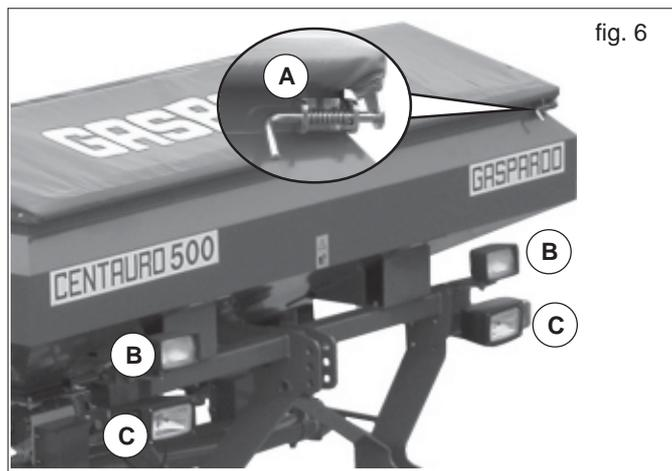
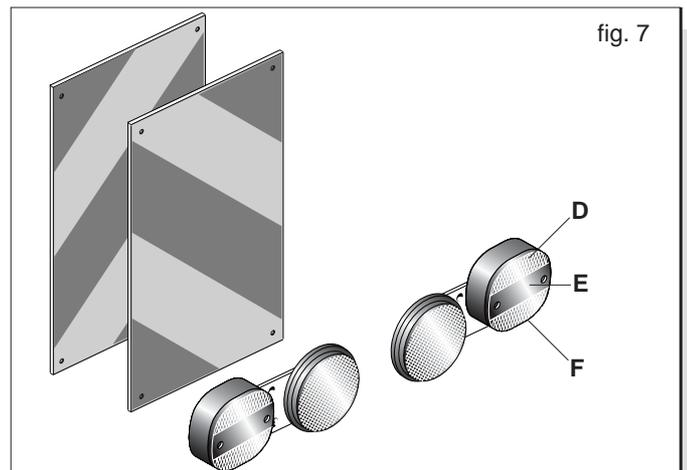

fig. 6
fig. 7
- 34) Beim Transport auf der Straße müssen die Behälter und Trichter leer sein. Höchstgeschwindigkeit 25 km/h. Immer die Tankabdeckung mit Haubenverschluss sichern (A, Fig.6) Regelmässig den Haubenverschluss auf Alterung ueberpruefen und bei Bedarf austauschen!
- 37) Wenn die geschleppten oder an dem Schlepper angebrachten Ausrüstungen und Geräte die Sichtbarkeit der Signalisierungs- und Beleuchtungs-vorrichtungen des Schleppers verdecken, müssen diese Vorrichtungen auch an den Ausrüstungen angebracht werden, wobei die Vor-schriften der im jeweiligen Anwendungsland geltenden Stra-ßenverkehrsordnung zu beachten sind. Beim Gebrauch ist zu kontrollieren, daß die Anlage einwandfrei funktioniert. Befahren oeffentlichere Strassen nur mit ausgeschalteten Arbeitsscheinwerfern (B, Fig.). Abblendlicht (C Fig.6) nur unter Beachtung oertlicher Bestimmungen einstellen und benutzen. Nach-stehend wird die korrekte Se-quiz der Leuchten angegeben (Abb. 7):